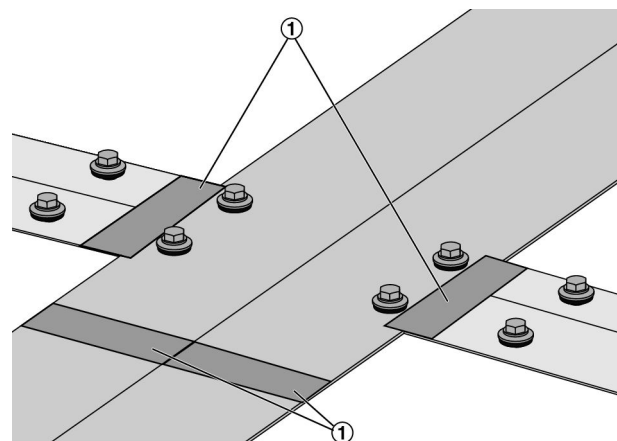

Abb. 21: Stoßstellen abdichten
- 2 ▶ Die Stoßstellen (Abb. 21 /1) der Abdeckschienen mit beiliegenden Aufklebern (100 x 40 mm) abdichten.